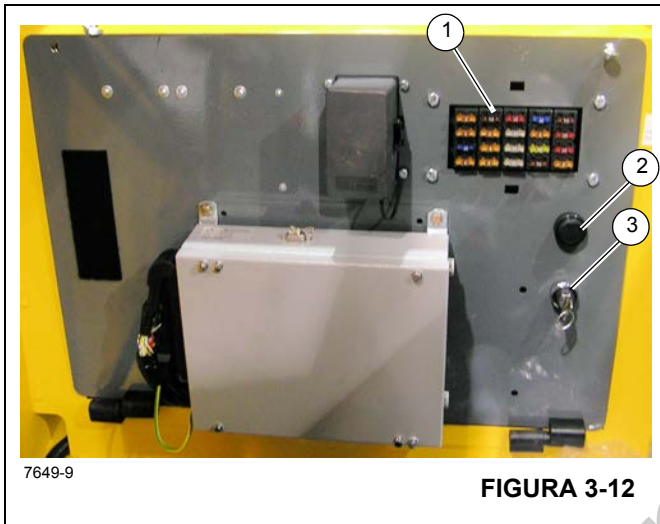

FIGURA 3-12
O painel de fusíveis (1) (Figura 3-12) localiza-se atrás do assento da cabine no conjunto do painel de fusíveis e relés da cabine. Ele contém até 20 fusíveis que protegem os vários componentes elétricos do guindaste.
A chave de cancelamento de emergência do RCL (3, Figura 3-12) é um contato operado por chave que está localizada dentro da cabine do operador no conjunto do painel atrás do assento. Quando acionada (girada no sentido horário), a chave cancelará e evitará que o RCL trave as três funções do guindaste (abaixamento da lança, extensão do telescópio e elevação do guincho) caso ocorra uma sobrecarga ou condição de colisão do moitão.